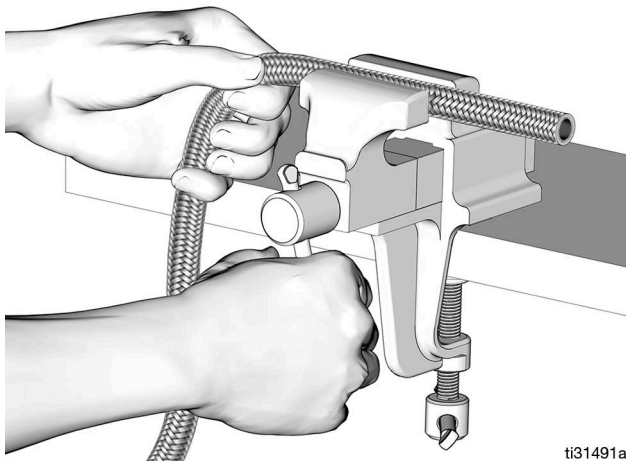

FIG. 63
1. Placer l'extrémité du tuyau dans un étau (FIG. 63).